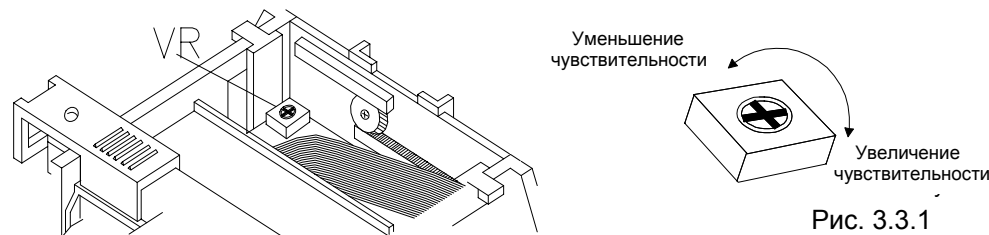

Рис. 3.3.1
2. Рисунок 3.3.1 демонстрирует вид сверху на схему. Настройка производится путем поворота переменного резистора (VR) против часовой стрелки (уменьшение чувствительности сенсора) или по часовой стрелке (увеличение чувств.). Каждый легкий поворот резистора должен быть проверен как минимум 7-кратным нажатием кнопки подачи бумаги.